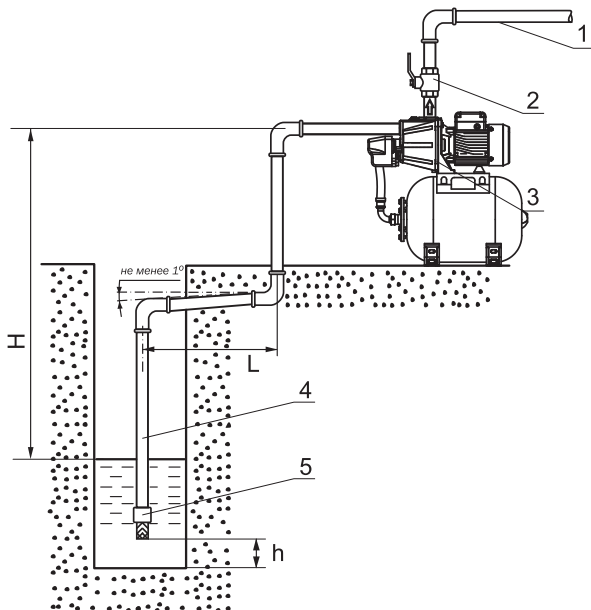
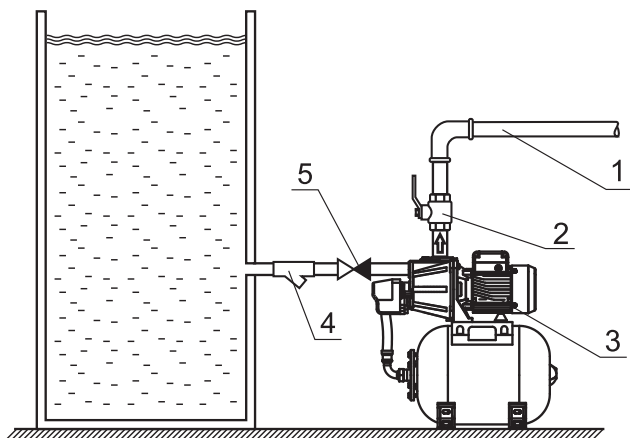

Рис. 4 Подача воды из колодца
Рис. 5 Подача воды из ёмкости
- Насосную станцию следует устанавливать непосредственно около источника водозабора (см. **Рис. 4**, **Рис. 5**). При монтаже старайтесь минимизировать количество резких сужений, расширений и поворотов всасывающей магистрали;
- В качестве всасывающей магистрали (**Рис. 4, поз. 4**) рекомендуется использовать жесткие металлические или пластиковые трубы, а так же несминаемые гибкие армированные шланги. Диаметр шланга или трубы должен точно соответствовать диаметру входного отверстия насосной станции.
- При монтаже всасывающей магистрали необходимо обеспечить непрерывный угол наклона от насосной станции к источнику водозабора не менее одного градуса к горизонту, обратные углы на всасывающей магистрали не допускаются. Монтаж всасывающей магистрали длиной более 10 метров по горизонтали (L) нежелателен, так как это приведет к уменьшению высоты всасывания. При определении высоты всасывания (H) следует учитывать падение уровня воды в колодце в засушливый период. Расстояние от дна колодца до всасывающей магистрали (h) не менее 0,3 м.
- Для облегчения заполнения насосной станции и всасывающей магистрали водой перед пуском и предотвращения ее вытекания из системы при отключении насосной станции, необходимо установить на конце всасывающей трубы обратный клапан G1" с защитной сеткой (**Рис. 4, поз. 5**).
- Для случаев работы насосной станции с подпором (вода сама поступает в насосную станцию из магистрали или емкости) (**Рис. 5**) на входном патрубке насосной станции необходимо установить фильтр грубой очистки воды (**Рис. 5, поз. 4**) и обратный клапан (**Рис. 5, поз. 5**).
- Для насосной станции рекомендуется в напорной магистрали (**Рис. 4, Рис. 5, поз. 1**) на выходном патрубке установить вентиль (**Рис. 4, Рис. 5, поз. 2**). Он пригодится при регулировке реле давления, позволяя не отходя от насосной станции перекрывать и открывать напорную магистраль. Кроме того, при демонтаже насосной станции этот кран будет препятствовать вытеканию воды из напорной магистрали.